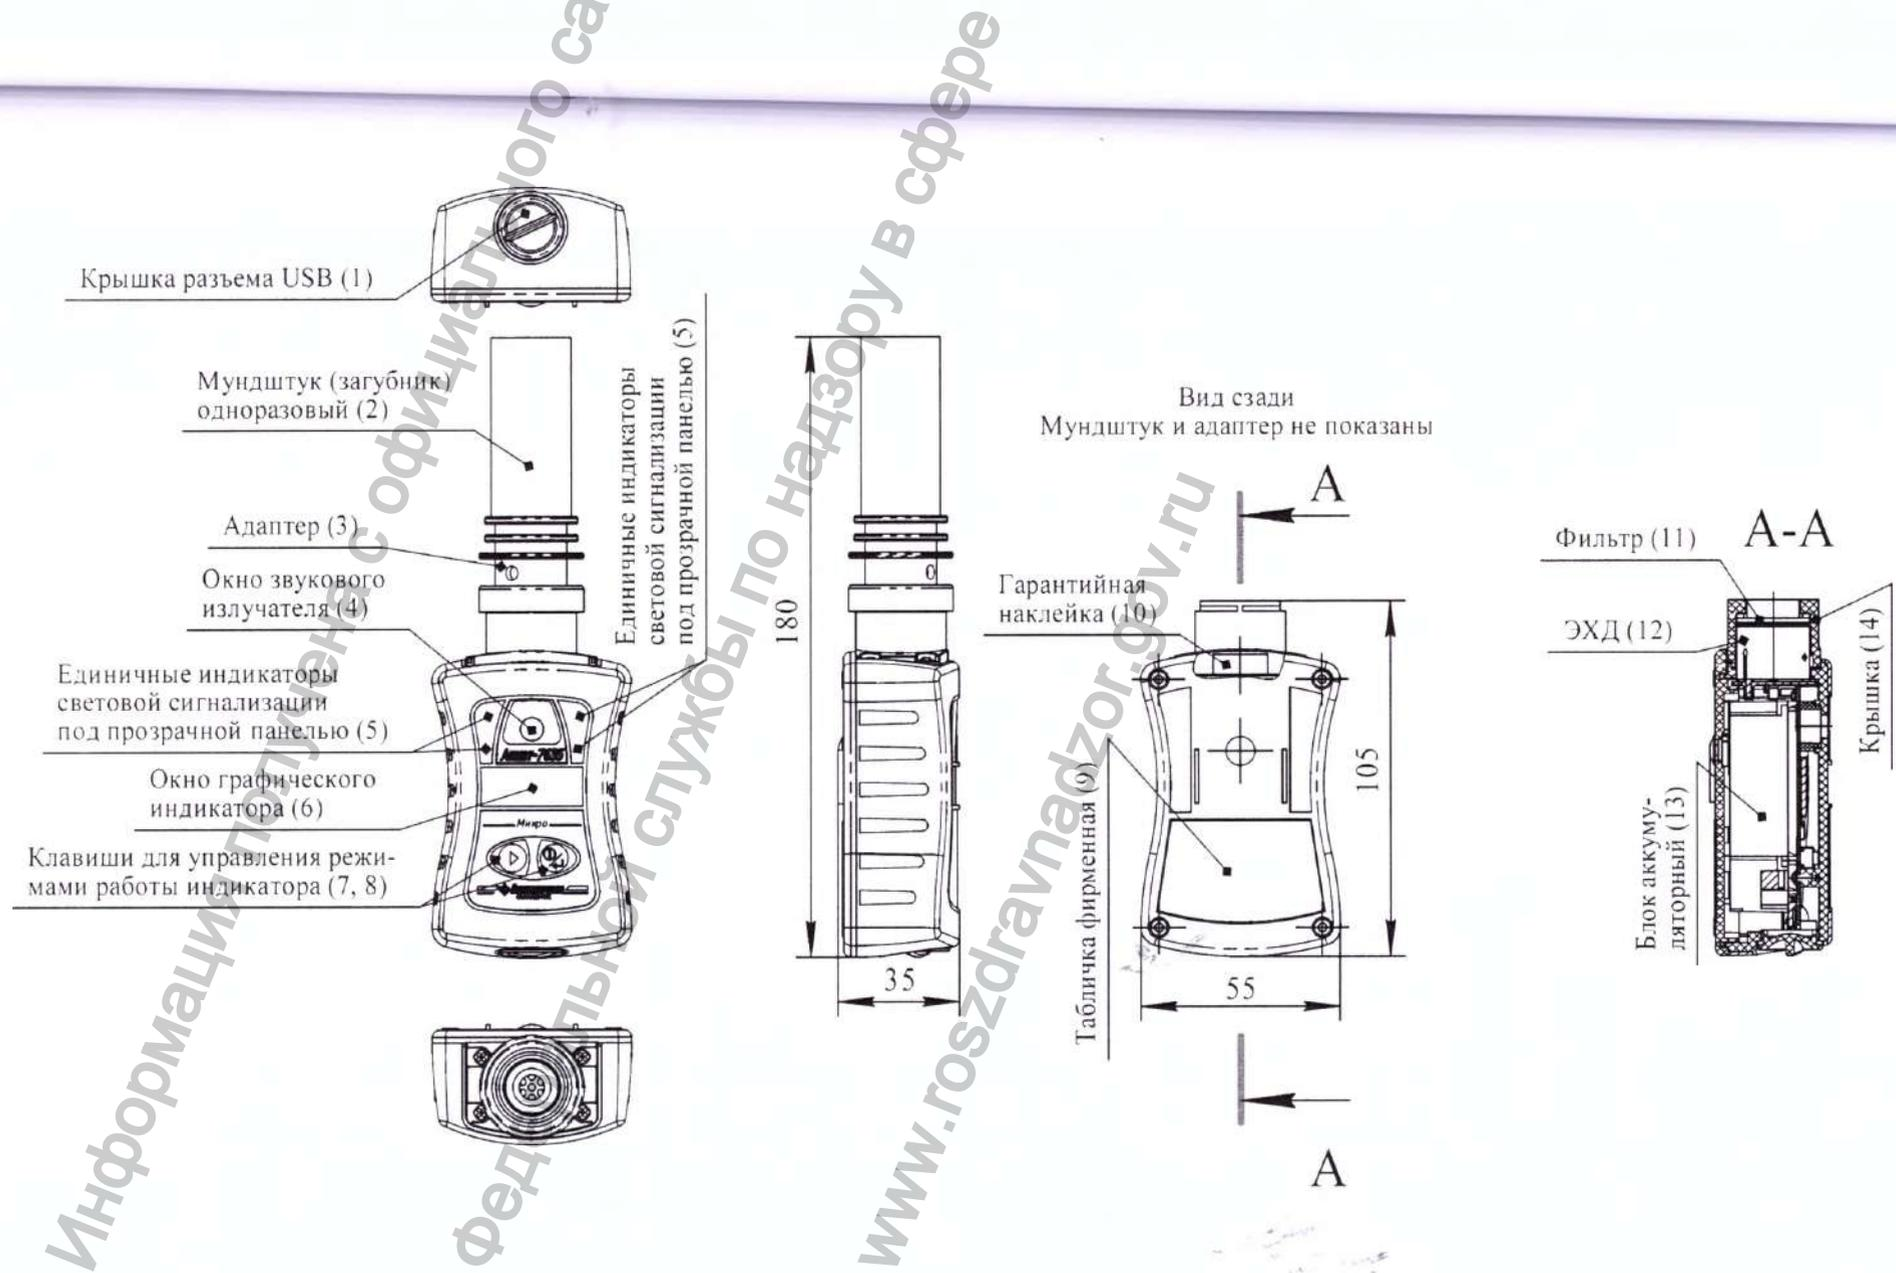

Рисунок 1.1 – Прибор для определения оксида углерода в выдыхаемом воздухе АНКAT-7635Микро-NbCO. Внешний вид
1.4.1.3 На передней панели прибора расположены (см. рисунок 1.1):
- табло (графический индикатор) (6);
- единичные индикаторы световой сигнализации (5);
- пленочная клавиатура с двумя клавишами для управления режимами работы прибора «▷» (7) и «» (8);
- окно звукового излучателя (4).